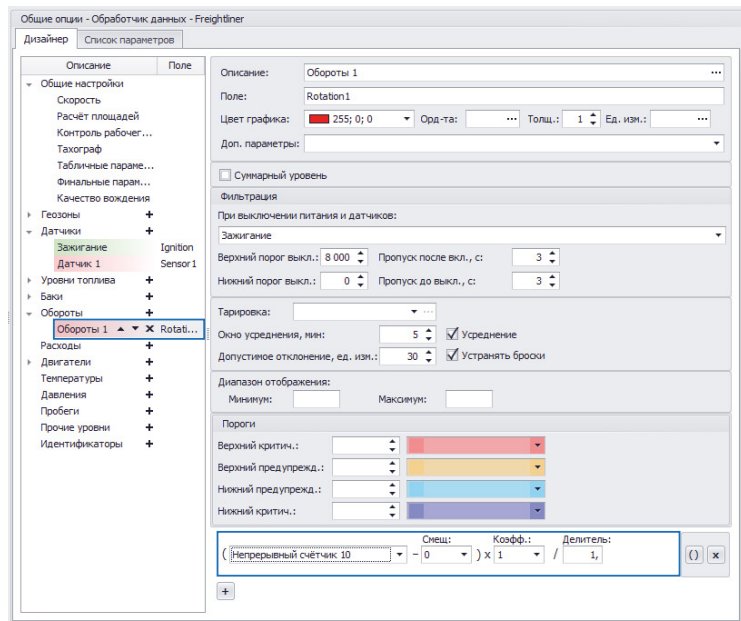

Рис.200. Настройка числового параметра ТС для контроля качества вождения.
- Пример настроек параметры оборотов приведен на **Рис.200**. В приведенном примере показания оборотов считываются с цифрового входа 10 контроллера «АвтоГРАФ» – входа RPM, который подключен к обмотке генератора.